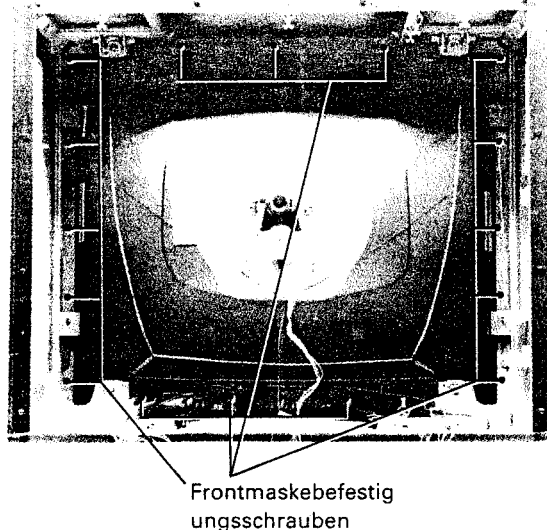

Abb. 15-4
8. Die Befestigungsschrauben der Frontmaske lösen und die Frontmaske entfernen. Siehe Abb. 15-4